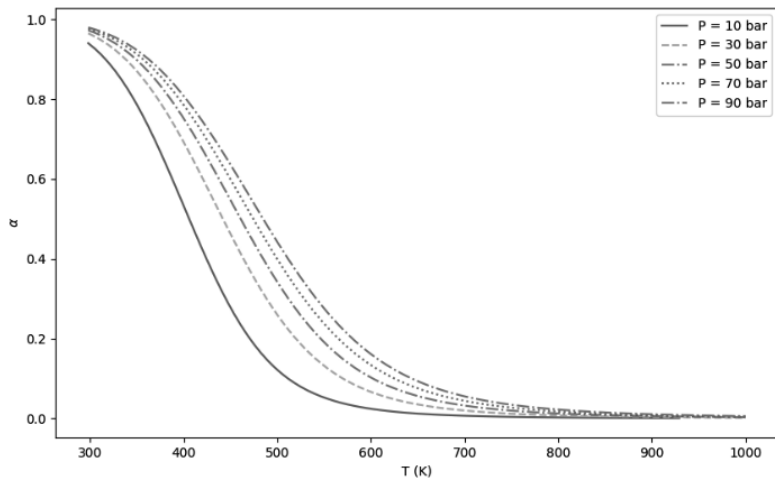

Figure 2 : Représentation graphique du taux d'avancement α en fonction de la température T pour différentes valeurs de pressions.
16. On se propose d'étudier l'influence de la température sur l'équilibre (1).
- (a) Quelle est l'influence d'une augmentation de température sur l'équilibre (1) à pression et composition fixées ? Une justification rigoureuse est attendue.
17. On se propose d'étudier l'influence de la pression sur l'équilibre (1).
- (a) Quelle est l'influence d'une augmentation de pression sur l'équilibre (1) à température et composition fixées ? Une justification rigoureuse est attendue.
18. L'influence de la température sur le taux de conversion pour différentes valeurs de pression P est représentée en **figure 2**.